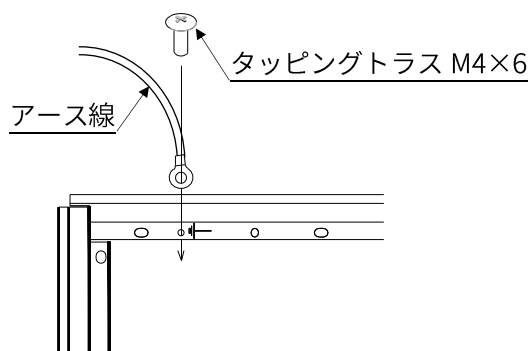
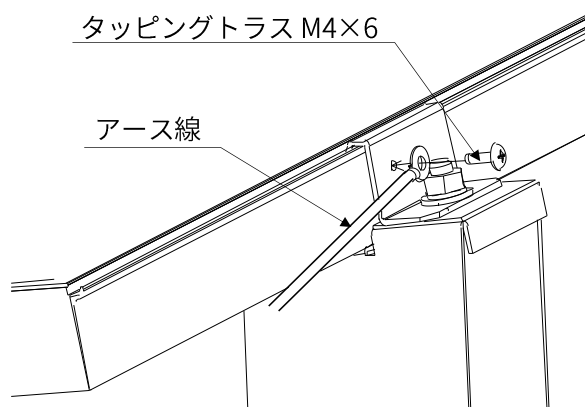

図 4-1. モジュール枠での架台のアース接続
図 4-4. 折板屋根での架台のアース接続例
④一番棟側で、モジュール押え金具にタッピングトラス M4×6 でアース接続してください（図 4-4 参照）。なお、モジュール E 枠のアース用ボルト穴を使ってアース接続することもできます（図 4-1 参照）。